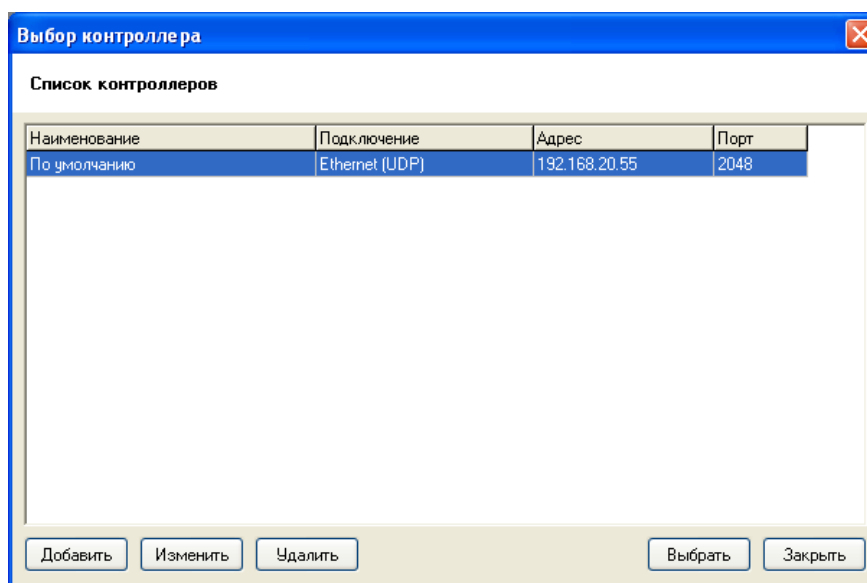

Рисунок 23
- 7) Выберите пункт меню "Контроллер/Получить конфигурацию из контроллера". Откроется диалог "Выбор контроллера" (см. Рисунок 23) с параметрами контроллера по умолчанию.